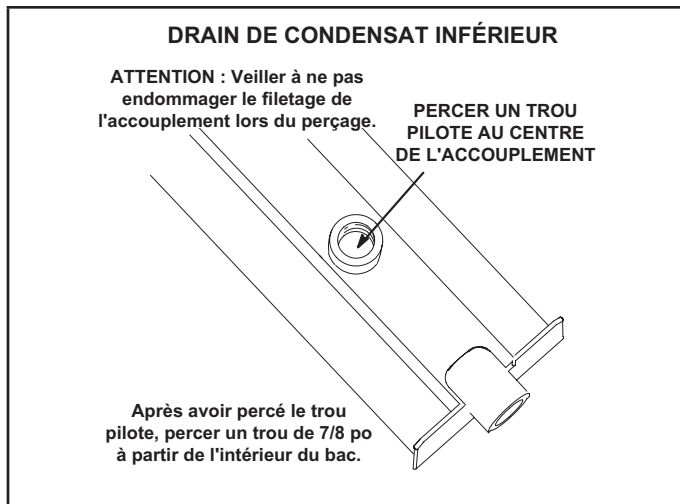

FIGURE 9
- 6 - Retourner le bac de drainage et percer un avant-trou à travers le fond du bac de drainage au centre du raccord. Voir FIGURE 9.